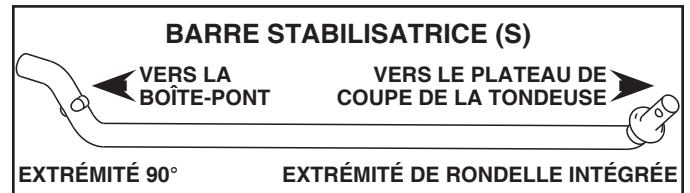

Fig. 9
## 5. LE CAS ÉCHÉANT, INSTALLER LA BARRE STABILISATRICE (S). (Voir la Fig. 9 - 11)